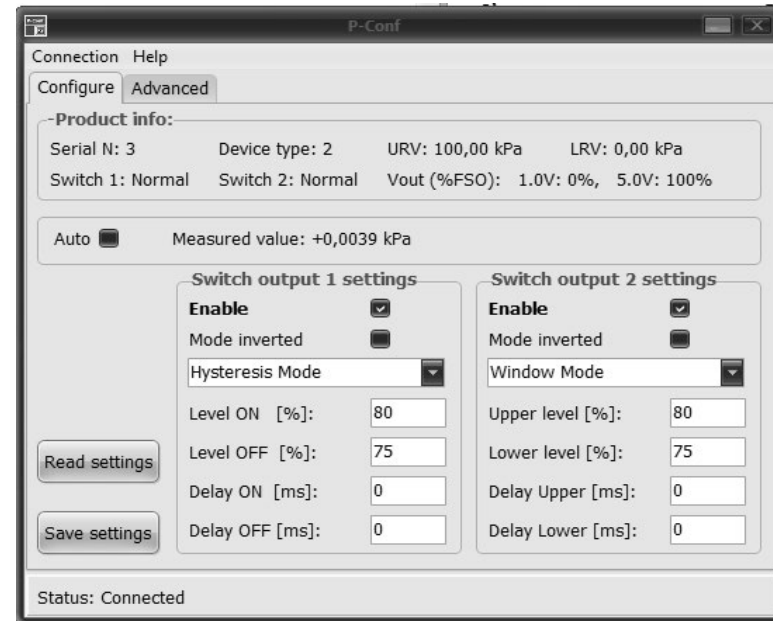
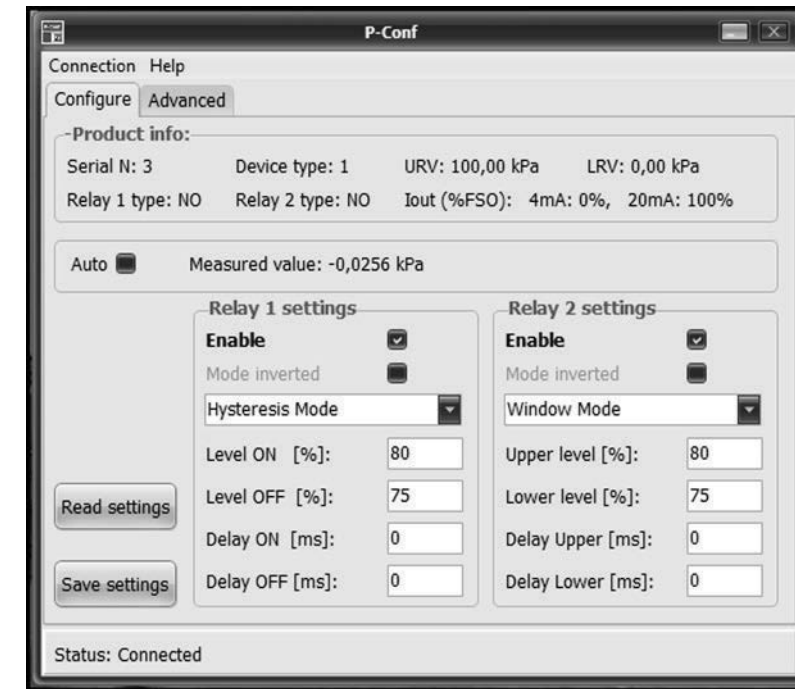

Рисунок 3 – Основное окно программы для моделей 3410p, 3420(p, ps)
Рисунок 4 – Основное окно программы для моделей 3410r, 3420(r, rs)
3) выбрать команду «**Connection** ▶ **Connect**» – после удачного соединения ПО с настраиваемым изделием появится основное окно с доступными настройками на вкладке «Configure» (рисунок 3 или 4).
В секторах «Switch output 1(2) settings» (рисунок 3), или секторах «Relay 1/2 Settings» (рисунок 4), при отмеченной опции **Enable**, имеется возможность установить основные параметры работы каждого реле, которые зависят от выбранного режима работы выхода: гистерезис, окно или импульс (таблица 1).